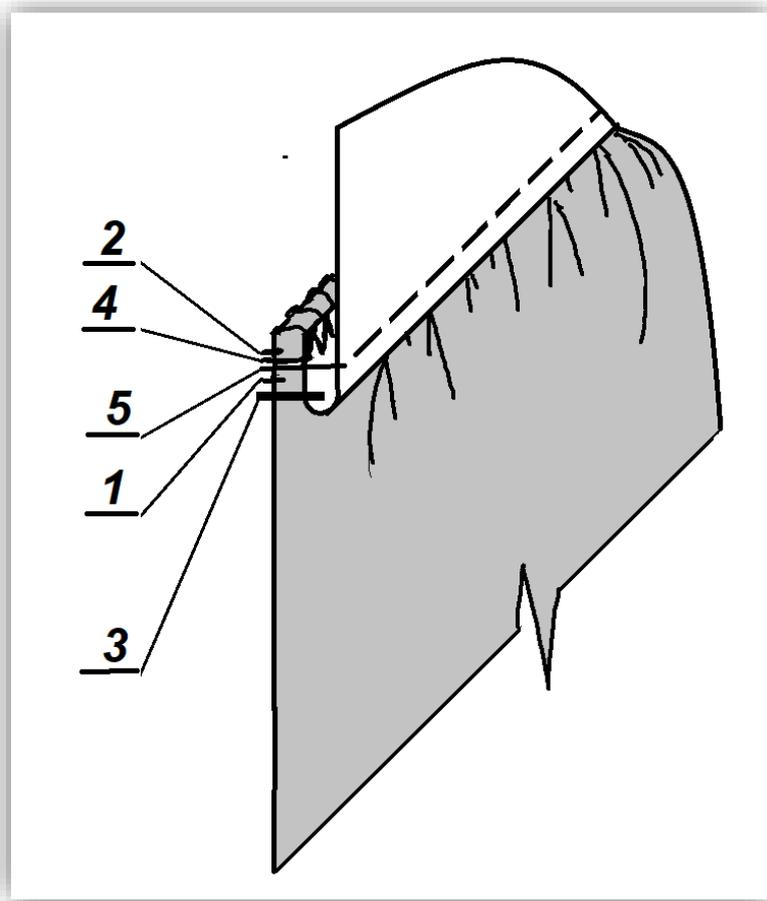

Рисунок 2 – Схема обработки соединения верхней и нижней части рукава
2) При пошиве можете воспользоваться рекомендованной технологической последовательностью изготовления, приведенной ниже (стр. 7), а также схемой обработки (стр. 8, рис. 2), или применить свой метод изготовления, не ухудшающий качество и полностью соответствующий заданному внешнему виду фрагмента модели женского платья.
1. Проложить две сборкообразующие строчки вдоль верхнего среза нижней части рукава на расстоянии 0,9 см (при ширине шва 1,0 см) и 0,5 см. Закрепку в конце строчек не выполнять, оставить нитки длиной примерно 10 см для стягивания строчки при формировании сборки (рис. 2, стр. 1 и 2)
4. Стачать верхнюю и нижнюю части рукава, ш. шва 1,0 см, прокладывая строчку на расстоянии 0,1 см от сборкообразующей строчки (рис. 2, стр. 3)
5. Обметать шов стачивания верхней и нижней части рукава (рис. 2, стр. 4)
7. Проложить отделочную строчку по верхней части рукава вдоль шва стачивания с нижней частью на расстоянии 0,5 см от шва (рис. 2, стр. 5)